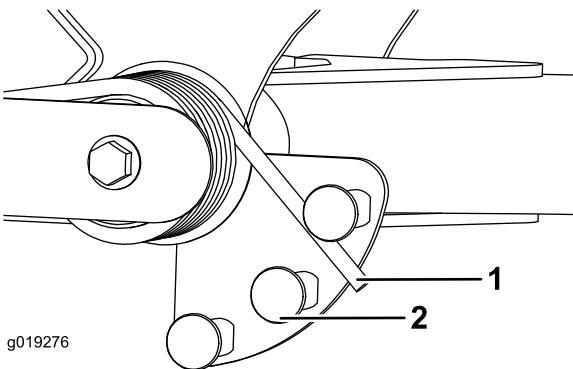

Figura 67
2. Insira um tubo ou objeto semelhante na extremidade da mola comprida e incline-a em redor do atuador da mola para a posição desejada (Figura 67).